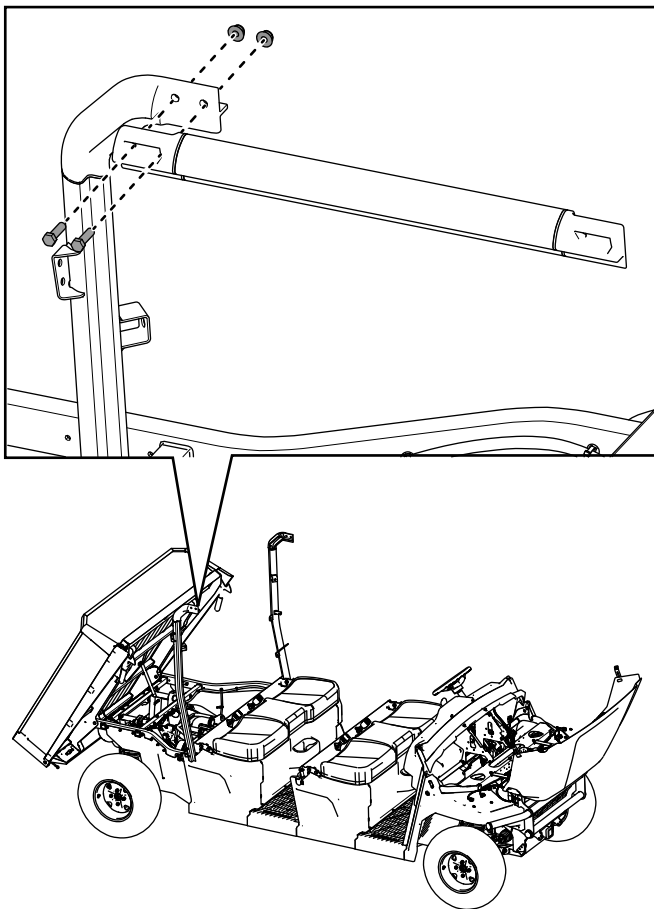

Figura 37
8. Fissate senza serrare il gruppo connettore barra rotazione di destra al gruppo barra rotazione posteriore di destra con 2 bulloni a testa esagonale ($\frac{3}{8}$ " x $1\frac{1}{4}$ ") e 2 dadi di bloccaggio ($\frac{3}{8}$ ") come illustrato nella Figura 37.